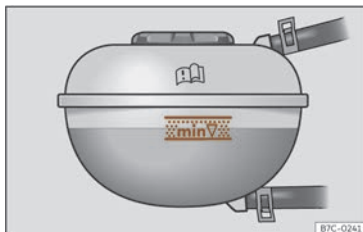

Fig. 217 Dans le compartiment moteur : repère sur le vase d'expansion du liquide de refroidissement.
- Consultez le niveau de liquide de refroidissement dans le vase d'expansion. Lorsque le moteur est froid, le niveau de liquide de refroidissement doit rester entre les repères » **fig. 217**. Lorsque le moteur est chaud, il peut se situer légèrement au-dessus de la marque supérieure.